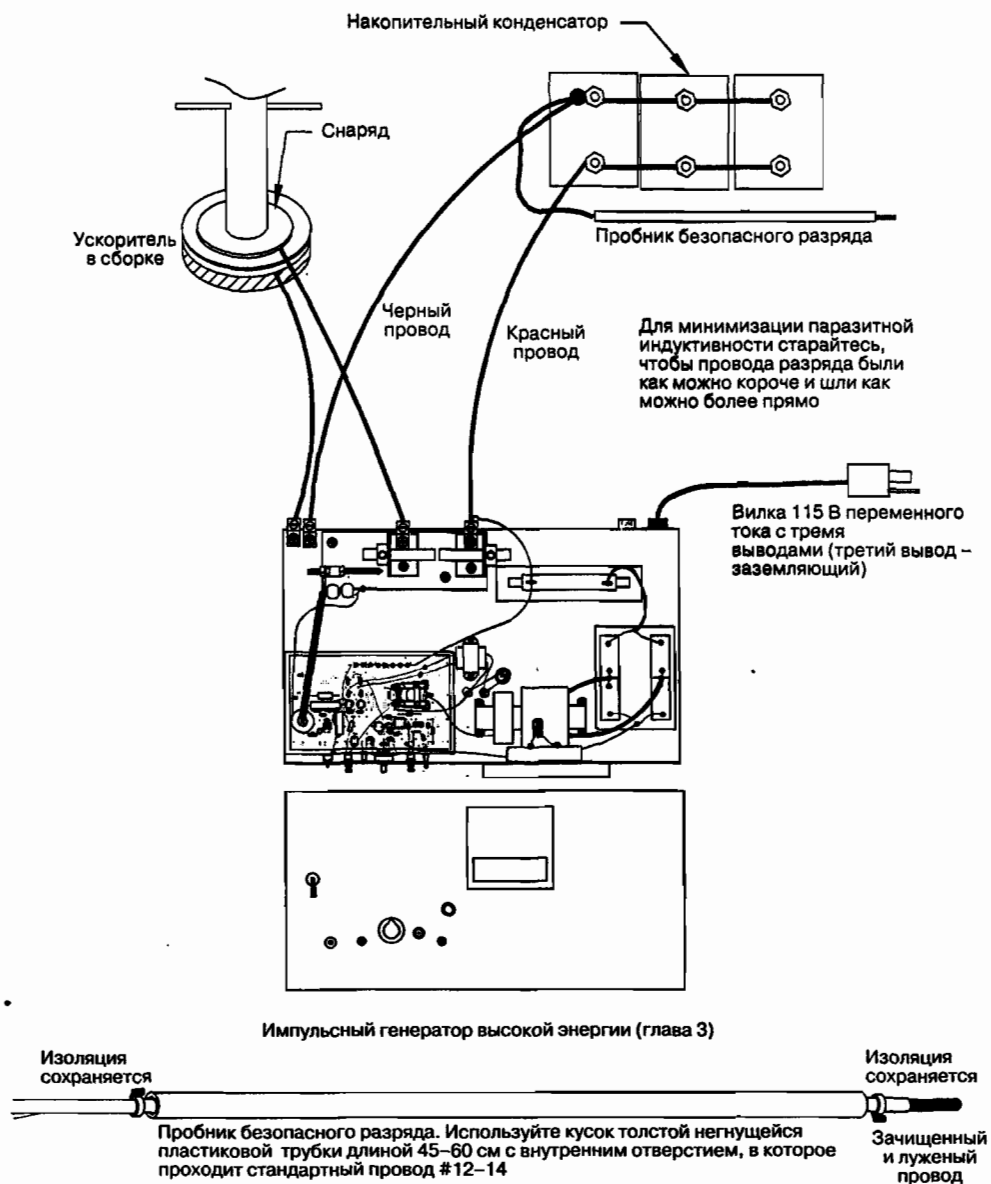
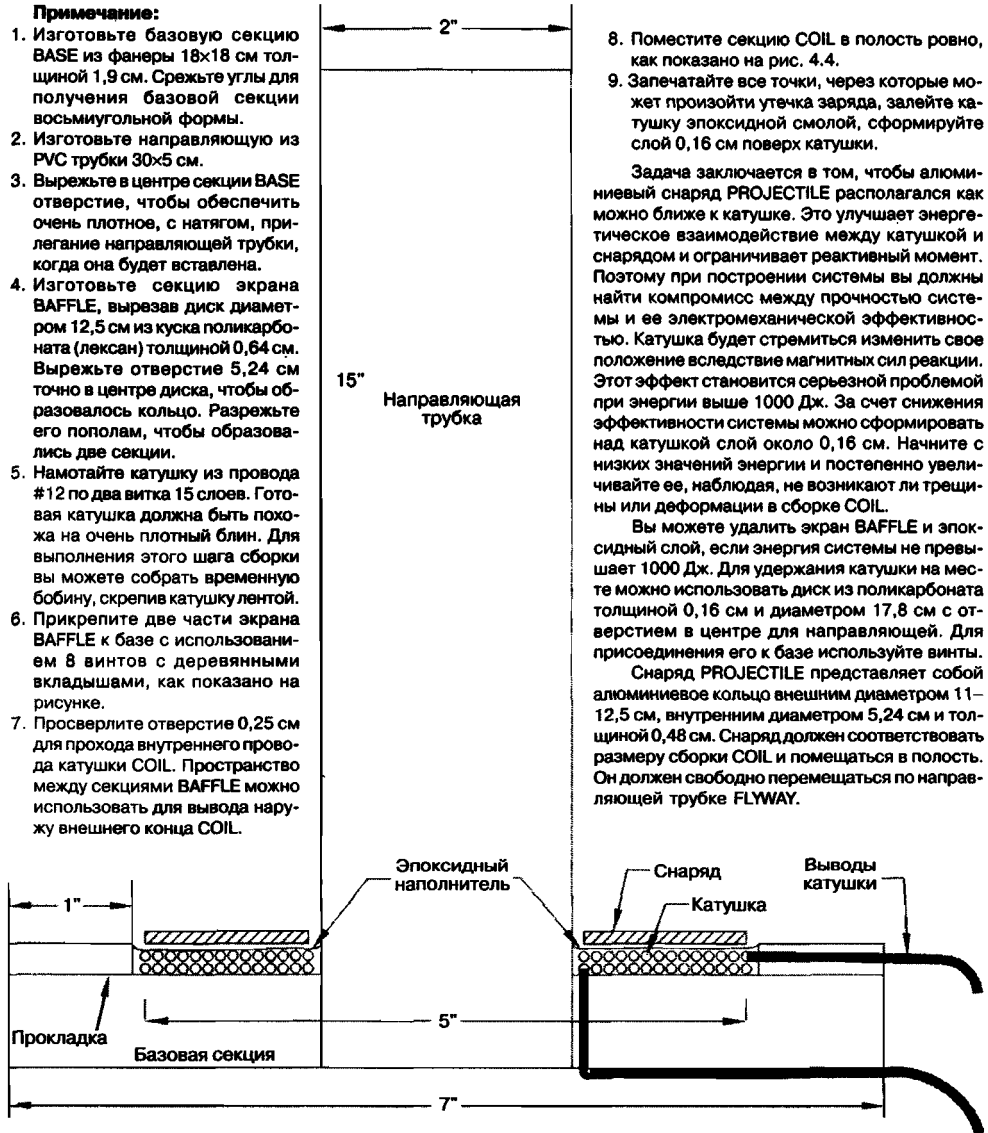
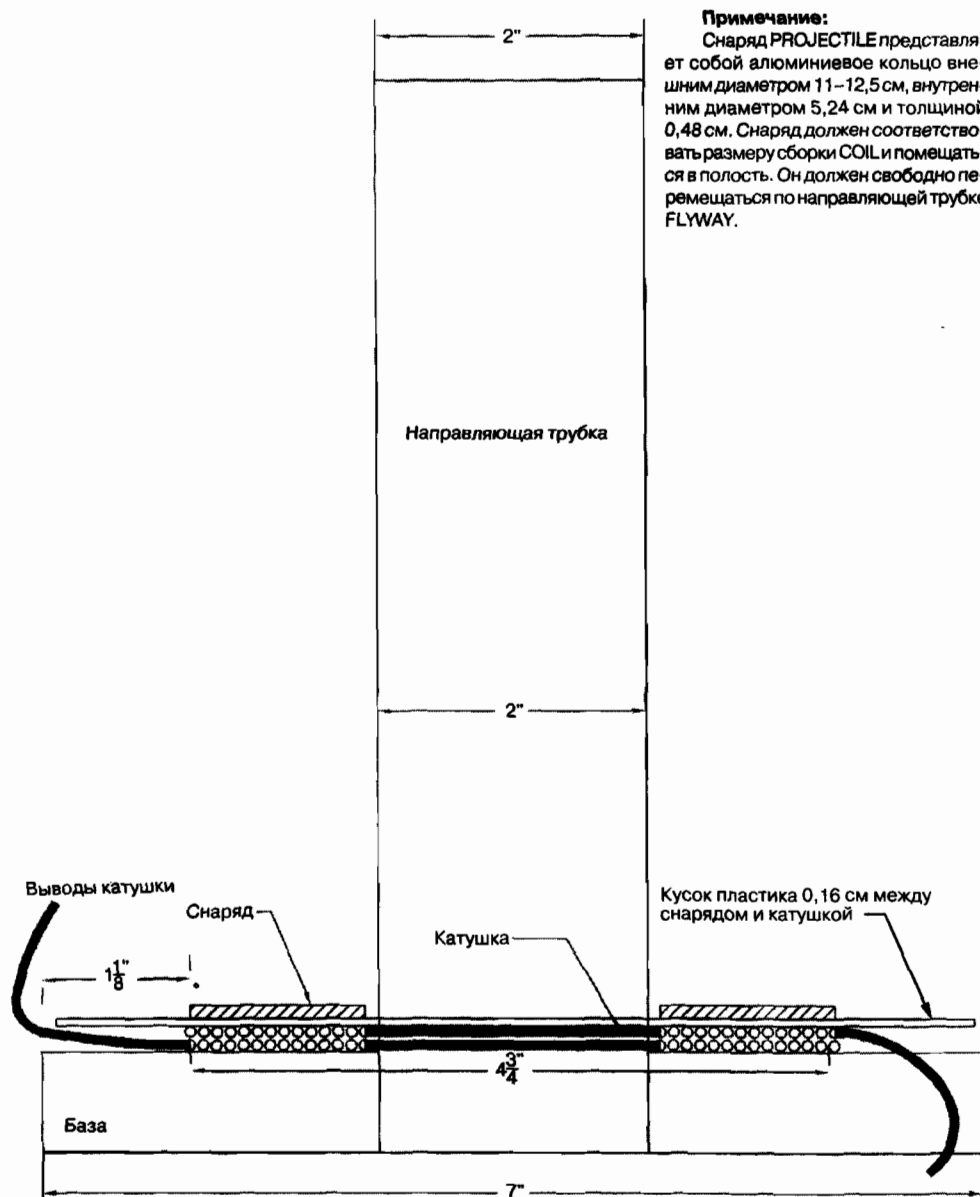

Рис. 4.2. Общий вид устройства ускорителя масс
Рис. 4.3. Ускоритель масс с энергией до 2000 Дж
Рис. 4.5. Простой ускоритель для энергии менее 1000 Дж
2. Соберите емкостную банку масляных конденсаторов и пробник безопасного разряда, как показано на рис. 4.2. Этот пробник непосредственно соединяется с накопительными конденсаторами и используется для подтверждения того, что они полностью заряжены перед проведением настройки схемы. Используйте провод #12 для всех соединений, через которые идет разряд. В схеме, проверенной в нашей лаборатории, использовались конденсаторы емкостью 32 мкФ, 4,5 кВ. Могут применяться и другие номиналы, но мы в этом случае не можем гарантировать такую же эффективность.
3. Соберите ускоритель масс, как показано на рис. 4.2. Сборка составных частей ускорителя масс, показанных на рис. 4.3 и 4.4, требует больших усилий, но ускоритель масс такой конструкции может выдерживать энергию до 2000 Дж без пробоя. Устройство, представленное на рис. 4.5, проще, но не позволяет превысить 1000 Дж без пробоя.